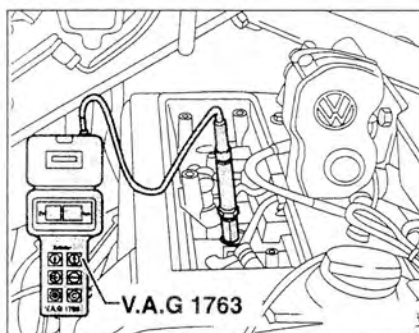

Рис. 2.44. Проверьте компрессию с помощью прибора для измерения компрессионного давления V.A.G 1381 или V.A.G 1763.
8. Проверьте компрессию с помощью прибора для измерения компрессионного давления V.A.G 1381 или V.A.G 1763 (рис. 2.44).